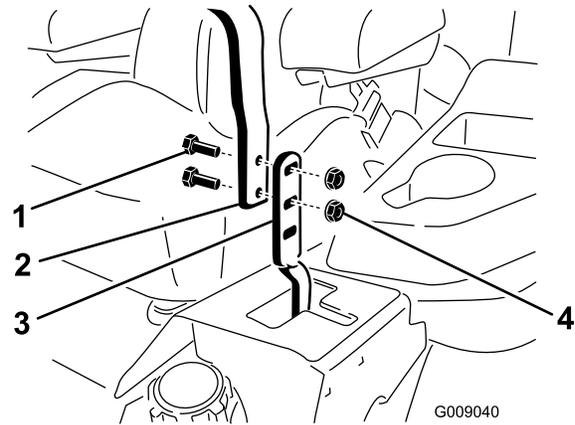

Bild 60
3. Lösen Sie die Schrauben und Bundmuttern, mit denen die Griffe an den Hebeln befestigt sind (Bild 60).